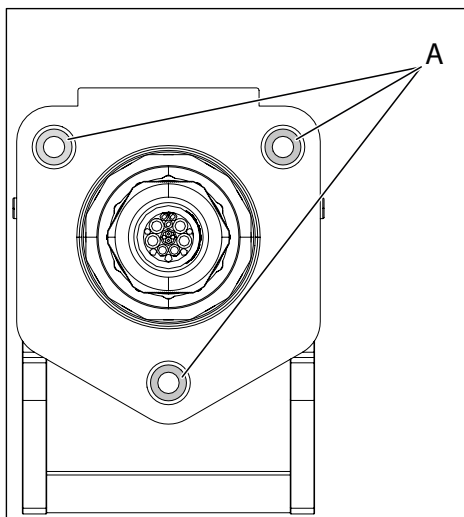
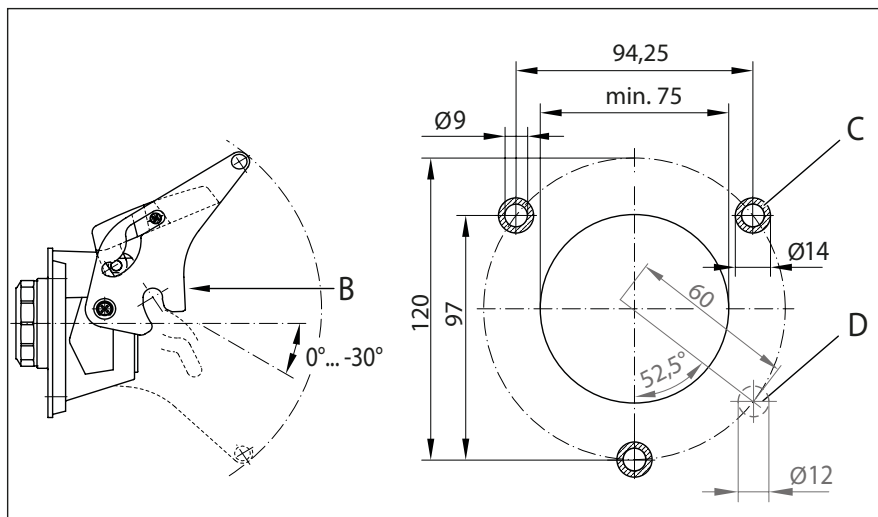

Abb. 7: Erdungsflächen Kupplungsdose
Abb. 8: Montagebohrungen für Kupplungs- bzw. Blinddose
- Die Maße und Anordnung der Montagebohrungen sind aus **Abb. 8** zu entnehmen:
- Stellen Sie vor der Montage sicher, dass die Erdungsflächen **A** (**Abb. 7**) an Kupplungsdose und Befestigungsfläche **C** (**Abb. 8**) frei von Lack und jeg-lichen Verunreinigungen sind.
- 1.2 Flanschdichtung an der vorgesehenen Stelle (H) mit spitzem Werkzeug durchstoßen und die 2 Kabellitzen für den Schnappschalter durch die Flanschdichtung und die vorbereitete separate Montagebohrung (I) in der Fahrzeugwand ziehen. (Siehe auch „Abb. 8: Montagebohrungen für Kupplungs- bzw. Blinddose“ auf Seite 10). Dabei die Litzen unbedingt mit Schutzschlauch sichern!
- Die Maße und Anordnung der Montagebohrungen sind identisch mit denen der Kupplungsdose. Siehe Kapitel „5.1 Kupplungsdose“, Abb. 8.
- Stellen Sie vor der Montage sicher, dass die Erdungsflächen an Blinddose und Befestigungsfläche frei von Lack und jeglichen Verunreinigungen sind. Siehe Kapitel „5.1 Kupplungsdose“, Abb. 7 und Abb. 8.